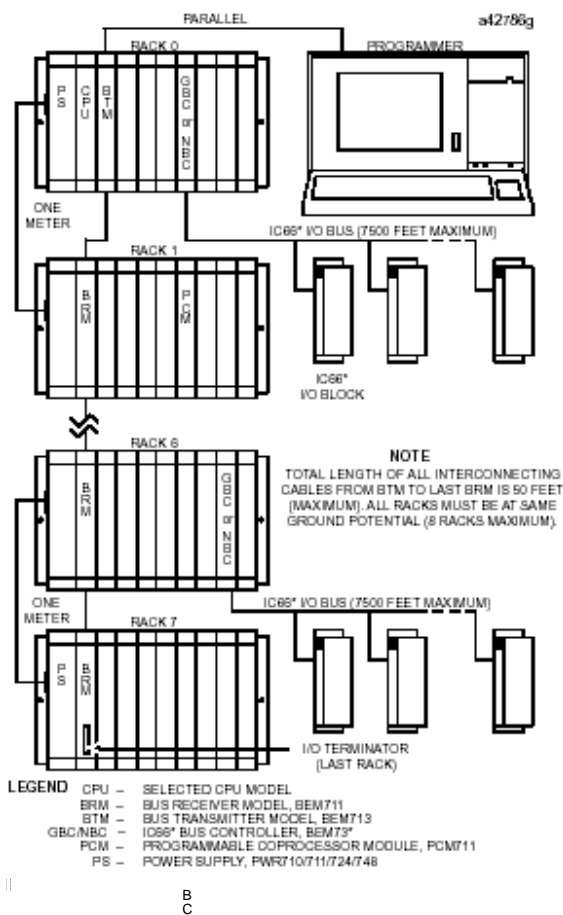

图 1. 典型PLC系统配置
- 安装在机架 0的1槽。(见图1)
平行对接（只有MS-DOS程序设计器）连接到程序设计器总线发送器模块（IC698BEM713）顶端通道连接器上,如图1所示。编程功能的描述参见参考文献2。